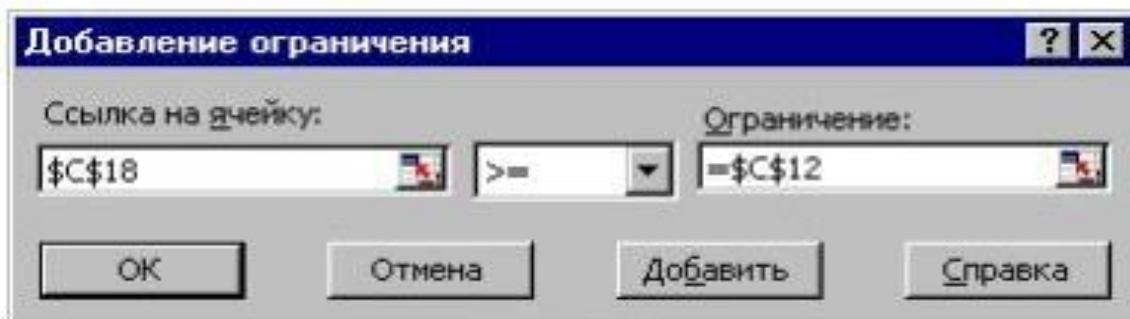

Рис. 6.
24. Селектируйте ячейку C12 и убедитесь, что окно диалога команды «Добавление ограничения» имеет вид, показанный на рис. 6.